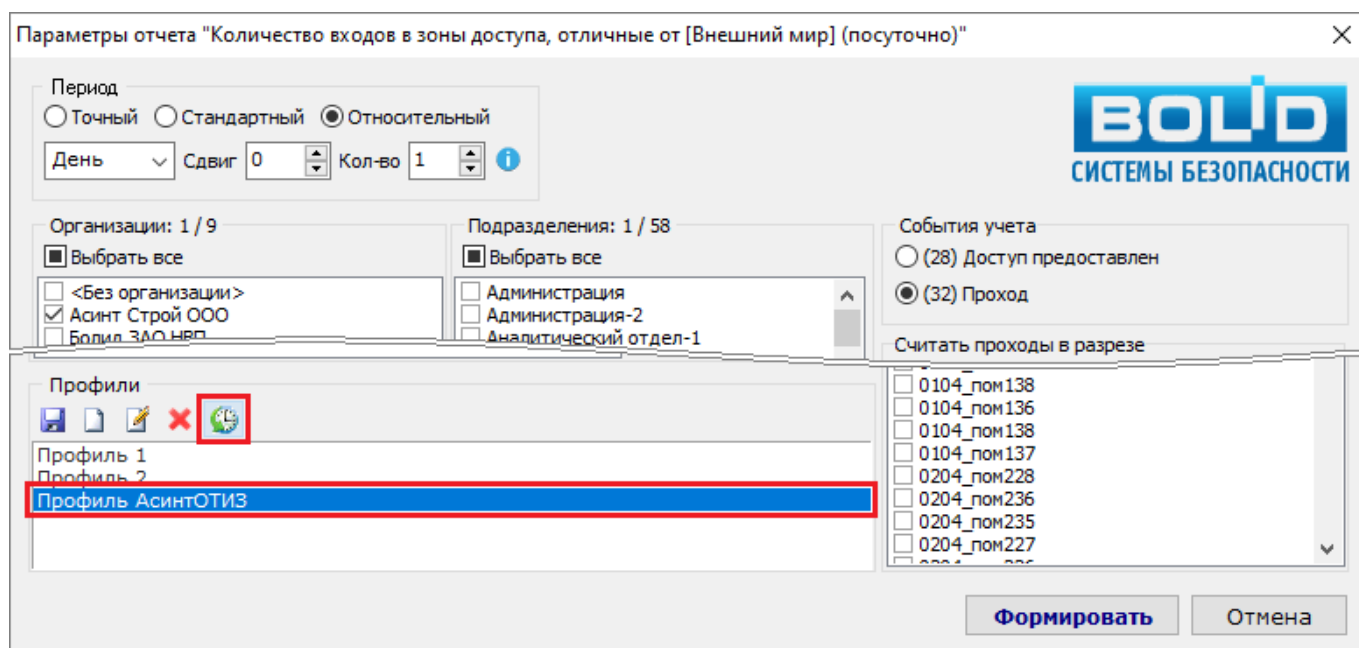

Рисунок 10-231 Переход к определению параметров задания автогенерации
- а) либо нажмите кнопку  «Настройка автоматического формирования отчета» (см. Рисунок 10-231);